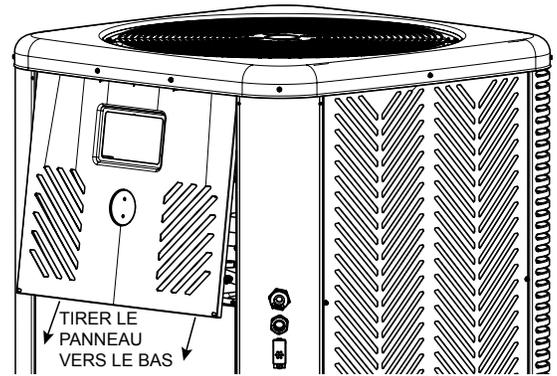
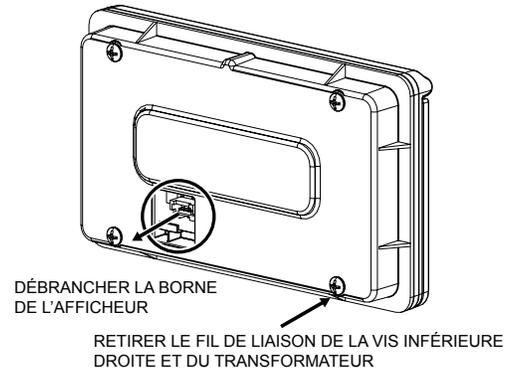

Figure 128. Détacher le panneau avant
Figure 129. Retirer le câblage de l'afficheur
3. Pour retirer le panneau avant, tirez la partie inférieure du panneau vers le bas et vers l'extérieur, puis débranchez le fil relié à l'arrière de l'interface utilisateur. Le panneau peut maintenant être retiré. Voir Figure 128 et Figure 129.